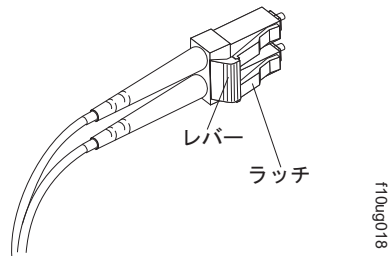

図 34. LC-LC ファイバー・チャネル・ケーブルのレバーおよびラッチ
1. LC-SC ケーブル・アダプターの LC コネクター側に接続されているケーブルの端のレバーを押し下げたまま、ラッチを解放します。図 34 にレバーおよびラッチの位置が示されています。